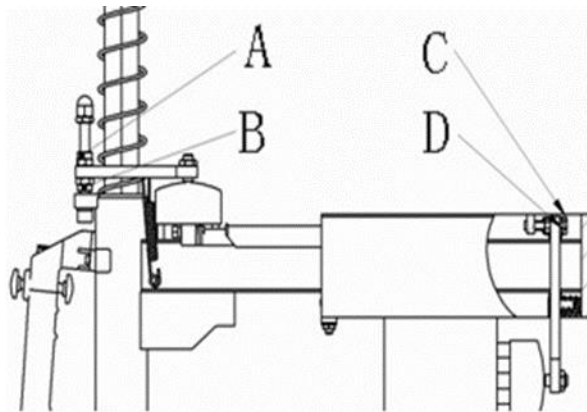

Рис. 15.3
15.2.1 Для регулировки вертикального зазора отрегулируйте фиксирующую пластину шестигранного вала: отключите подачу воздуха, снимите защитную крышку шестигранного вала. Если зазор слишком велик, отрегулируйте гайки вниз на передней части шестигранной стопорной пластины; если зазор слишком мал, отрегулируйте гайки вверх (рис. 15.3 А, В).
15.2.2 Для регулировки горизонтального зазора отключите подачу воздуха, снимите защитную крышку с верхнего конца двухтактного рычага. Отверните гаечным ключом стопорные колпачки на обоих концах винтов М6, отрегулируйте положение винтов М6 на обоих концах (рис. 15.3 С) и вручную нажимайте на вал до тех пор, пока он не начнет плавно вращаться, затем затяните гайки. Отрегулируйте средний винт с помощью гаечного ключа (рис. 15.3 В) и зафиксируйте двухтактный рычаг.